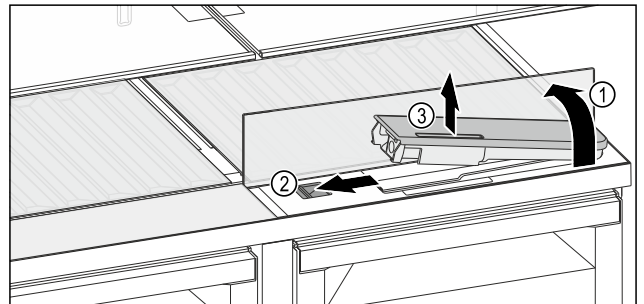

Fig. 144
- Glasplatte anheben und bis zum Anschlag nach hinten klappen Fig. 144 (1).
- Schieber Fig. 144 (2) nach links schieben.
- Wassertank entnehmen Fig. 144 (3).